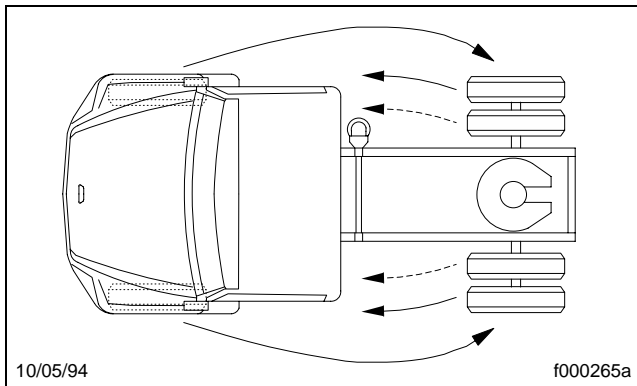
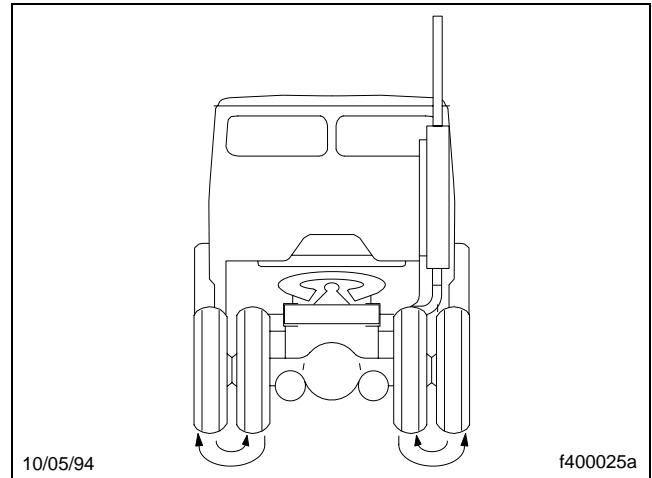

Figura 9.16, Intercambio de los neumáticos del eje delantero al eje trasero
Figura 9.17, Intercambio de neumáticos en un ensamble doble
- 42.6 Si los neumáticos se están desgastando irregularmente, intercámbielos. Si los neumáticos del eje de la dirección se están desgastando irregularmente, muévalos al eje motriz (**Figura 9.16**). Haga que se inspeccione el alineamiento del eje delantero para determinar la causa del desgaste irregular. En un ensamble doble, si uno de los neumáticos se está desgastando más deprisa que el otro, intercambie la posición de los dos neumáticos. Vea la **Figura 9.17**.